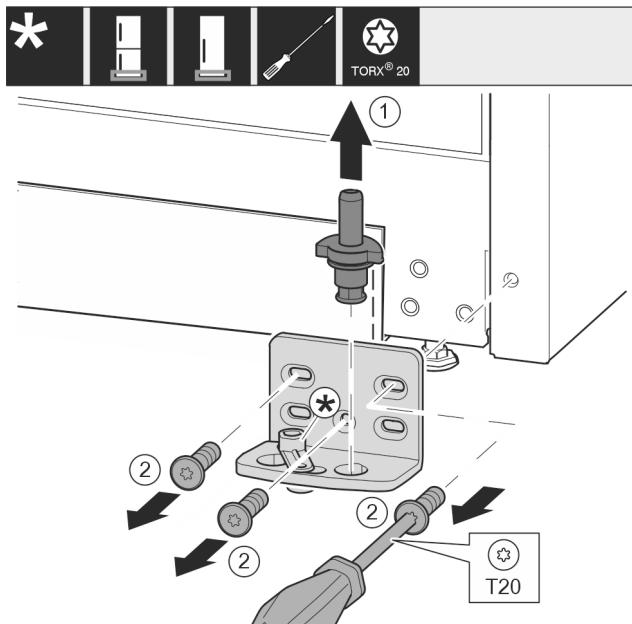

Fig. 12
- Τραβήξτε έξω ολόκληρο τον πείρο Fig. 12 (1) προς τα επάνω.
- Ξεβιδώστε τις βίδες Fig. 12 (2) με κατσαβίδι και αφαιρέστε το στήριγμα.